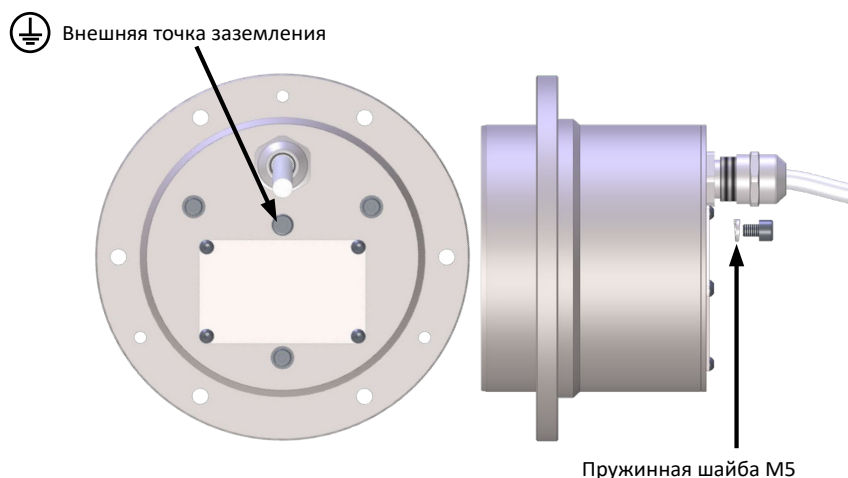

Рисунок 4: ru-RU
- Убедитесь, что датчик, монтажные элементы и корпус заземлены надлежащим образом. Датчик должен быть заземлен с помощью проводника $\geq 4 \text{ мм}^2$ (11 AWG). Прилагаемая пружинная шайба M5 должна использоваться при подключении кабеля заземления (Рисунок 4).